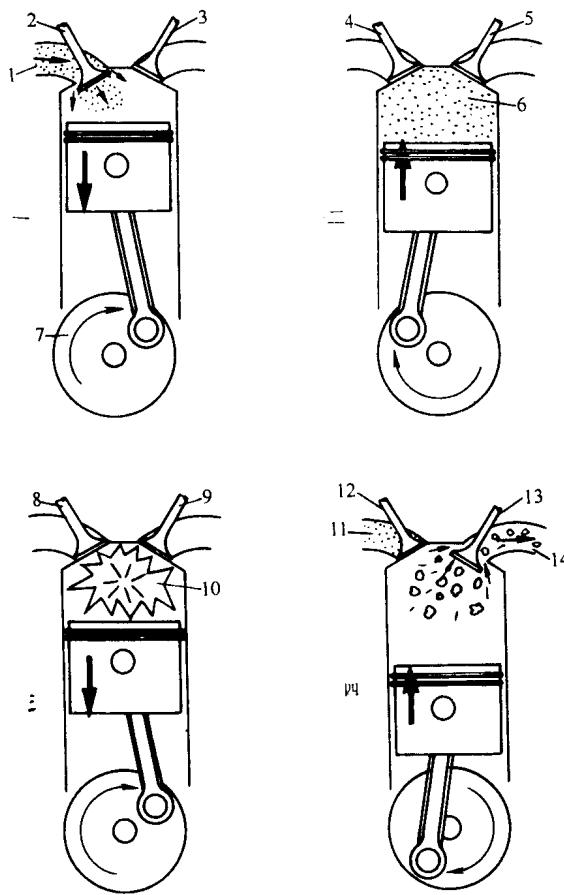

图 1-7 四行程工作循环
四行程的系统的工作循环包括四个工作行程，它们是：①发动机进气；②压缩；③燃烧或作功；④排气。参看图 1-7。活塞的每个行程只完成一个功能。废气的排出和新混合气的吸入，均通过气缸盖上的相应气门来完成。缸盖上备有进气门和排气门，各自均按照活塞在工作循环中的先后顺序，实行机械式的启、闭。
首先，我们认为，在上止点的活塞，要开始它的进气行程，从循环开始到结束，它的各种行程如下，并参看图 1-7。